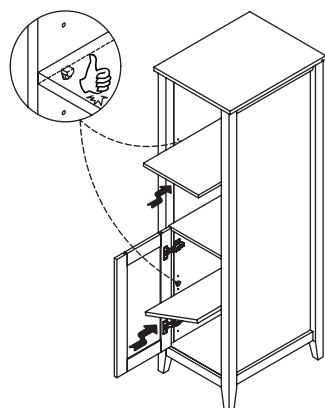

Figura 2
- 4: Inserte cada soporte del repisa (x 8) en el agujeros previamente perforados en el gabinete para lencería, e inserte cada repisa (x 2). Figura 2.